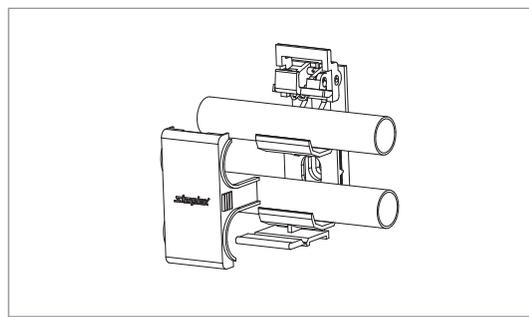

Abb. 2
- Nach der Montage werden die Rohrleitungen durch Aufstecken der Rohrsicherung fixiert (Abb. 2).